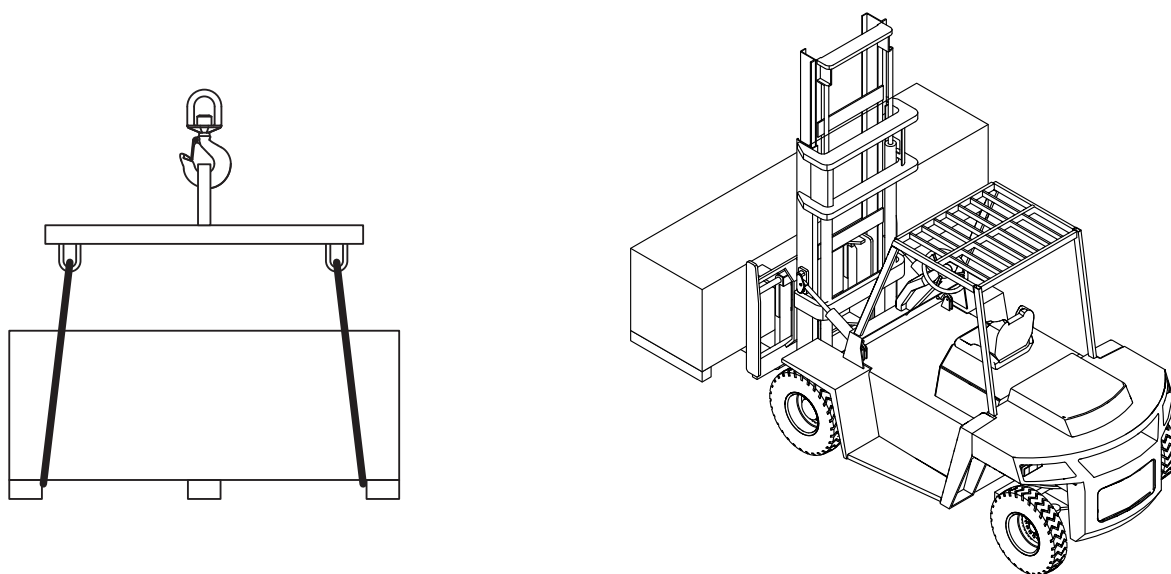
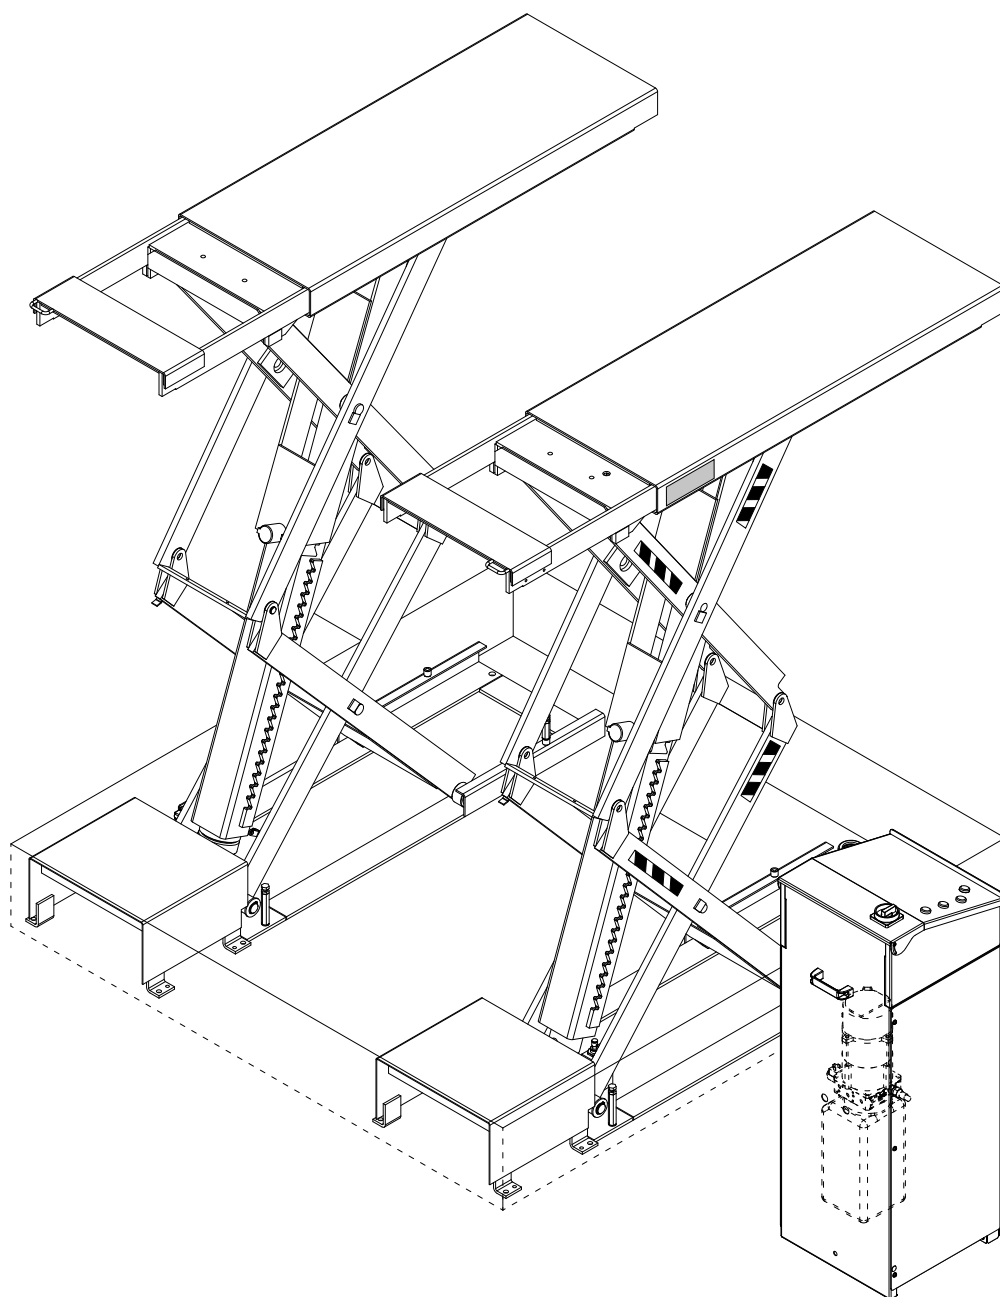

Fig.5
Fig. 6
- Le operazioni di sollevamento debbono essere eseguite come da Fig.5.
- Sollevare con cautela adoperando adeguati mezzi di sostegno del carico in perfetta efficienza. Utilizzando gli appositi punti di aggancio come indicato in Fig.5.
- Lifting operations must be performed as shown in Fig.5.
- Take every precaution and use lifting mechanisms that are in good working order. Use the special lifting points indicated in Fig.5.
- Beim Anheben gemäß Abb.5 vorgehen.
- Die Last vorsichtig anheben und sie mit geeigneten und funktionstüchtigen Hilfsmitteln stützen. Dabei die auf Abb.5 und Abb.6 gezeigten Anschlagpunkte einhalten.
- Les opérations de levage doivent être réalisées comme indiqué à la Fig.5.
- Soulever avec attention: utiliser des moyens de support de la charge parfaitement efficaces et se servir des points d'attelage comme indiqué à la Fig.5.
Sollevatore elettroidraulico a forbice predisposto per l'installazione a pavimento (Fig. 6).
Electrohydraulic scissor lift ready for installation: floor mounted (Fig. 6).
Für die Installation vorbereitete elektrohydraulische Scherenbühne: auf dem Boden (Abb. 6).
Élévateur hydraulique à ciseaux prévu pour l'installation : au sol (Fig. 6).
Elevador de tijera electrohidráulico preparado para su instalación: en el suelo (Fig. 6).